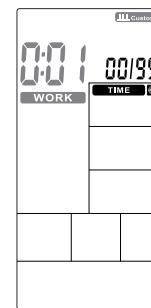

Figure 33
②Die TIME leuchtet weiter, WORK und 0:01 blinken, drücken Sie UP/DOWN, um die Trainingszeit im Bereich 0:00~9:59 kreisförmig einzustellen (Abbildung 33). Drücken Sie ENTER, um die Einstellung zu bestätigen, während der Summer 1 Sekunde lang ertönt und INTERVAL CUSTOM weiter aufleuchtet.
②The TIME continues lighting up, WORK and 0:01 will flash, press UP/DOWN to set training time within 0:00~9:59 circularly (Figure 33). Press ENTER to confirm along with buzzer beeps 1s and INTERVAL CUSTOM continues lighting up.